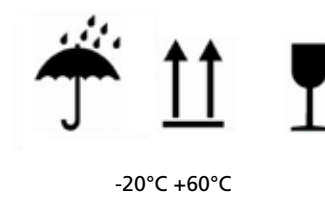

fig.13
- ▶ Los embalajes, en su caso, pueden llevar avisos y pictogramas que faciliten información importante relativa a la manipulación y el transporte (masa, puntos de agarre, información para el almacenamiento, etc.) - (fig. 13).